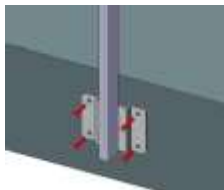
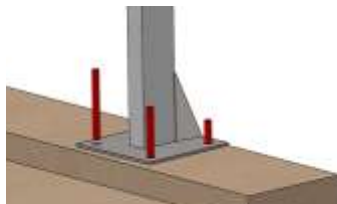

fig. 9
fig. 10
- Posizionare e fissare a parete (fig.9) o sulla superficie orizzontale (fig.10) il 1° montante in posizione verticale con idonei tasselli/fissaggi (ad esempio M10 o M12) adeguati alla sottostruttura esistente.